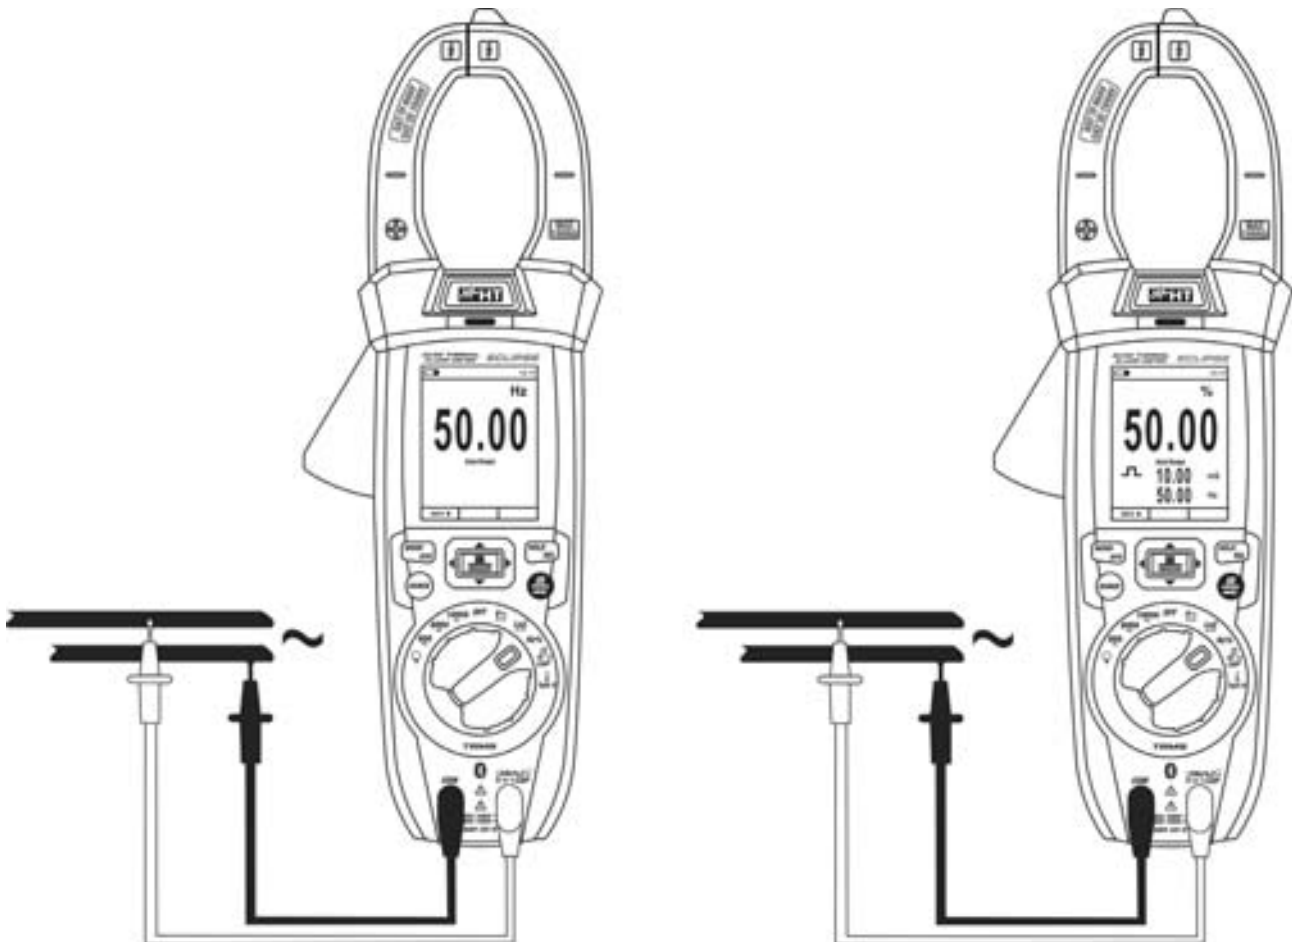

Fig. 26: Uso dello strumento per misura di Frequenza e Duty Cycle
4. Posizionare il puntale rosso ed il puntale nero rispettivamente nei punti del circuito in esame (vedere Fig. 26). Il valore della frequenza (Hz) o duty cycle (%) è mostrato a display. La barra grafica non è attiva in queste funzioni